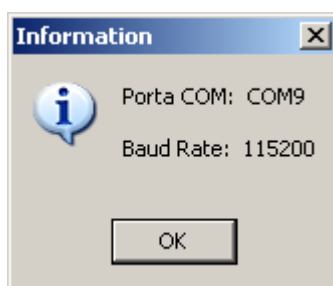

Fig. 38: Riconoscimento corretto dello strumento
9. Un messaggio come indicato in Fig. 38 indica il corretto riconoscimento da parte del PC